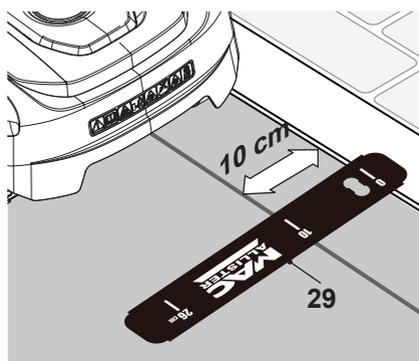

Fig. 13
- > Laissez une distance de 10 cm par rapport aux pavés qui sont plans par rapport à l'herbe dans votre jardin (Fig. 13).